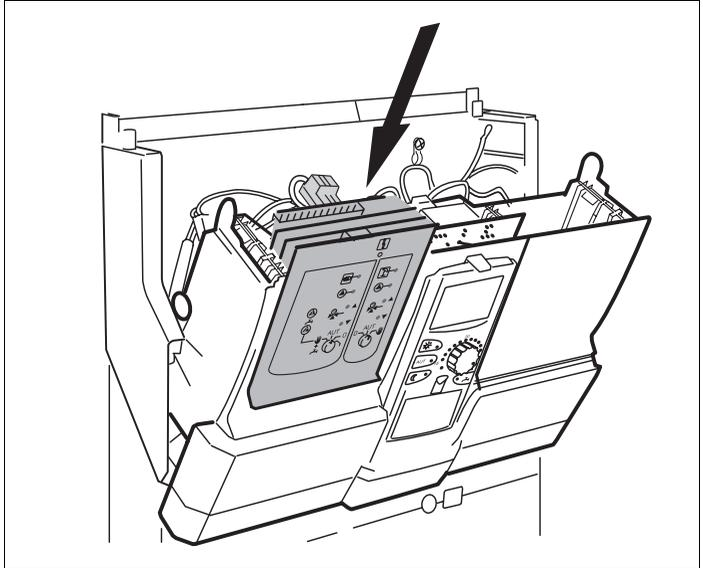

Fig. 6 Insérer le module
- Glisser le nouveau module par le haut dans l'emplacement prévu en appuyant sur le levier (fig. 6), jusqu'à ce qu'il s'enclenche correctement.
- Glisser le nouveau module par le haut dans l'emplacement prévu en appuyant sur la barre de guidage (fig. 6), jusqu'à ce qu'il s'enclenche correctement.